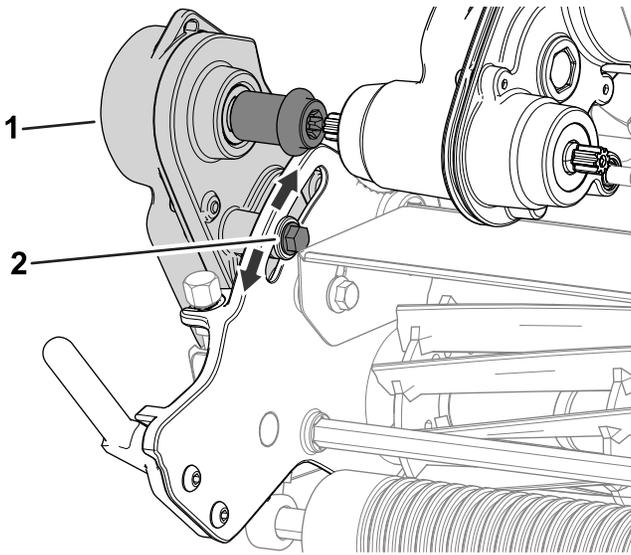

Figure 47
1. Desserrez le boulon montré à la Figure 47.